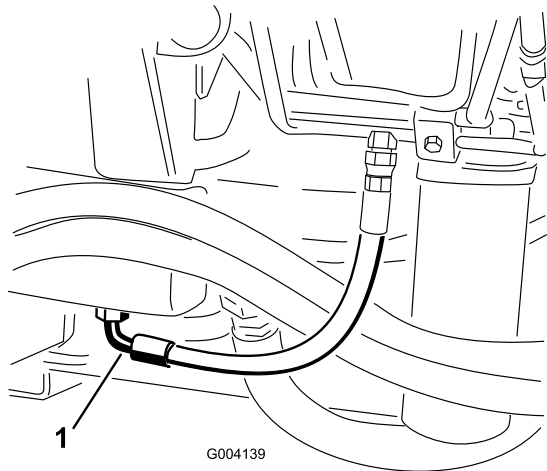

図 78
2. タンク (図 78) の下についているフィッティングの下に、オイルを受ける大型の容器を置く。